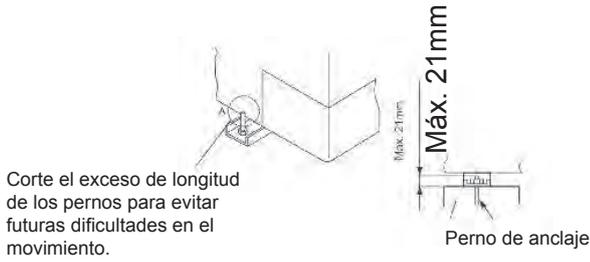

Fig A3 Instalación de los pernos de anclaje
6. Haga una base fuerte (hecha de hormigón o una construcción similar). El electrodoméstico debería estar ubicado a 10cm como mínimo sobre el nivel del suelo para evitar que se moje o se oxide. De lo contrario, puede causar daños en el electrodoméstico o reducir su vida útil (Fig A3).